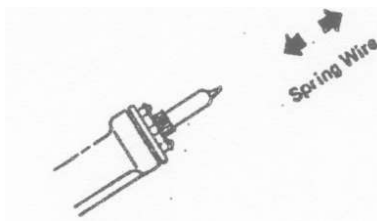

РИС.3
2. Установите нагревательный элемент на более высокую температуру, что позволит засоряющему припою расплавиться. Очистите жало, проводя пружинную проволоку вверх и вниз пока проход не очистится. (См. рис. 3)